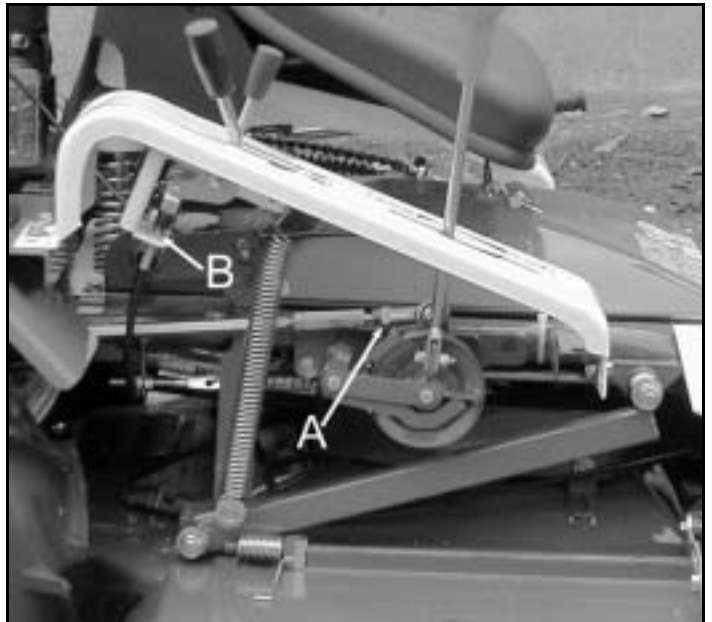

Figure 26
- Ajustez la biellette de commande (figure 26, repère A) afin que la machine reste immobile lorsque le levier d'avancement est au neutre.
- Ajustez le câble de commande (Figure 26, repère B) afin que le levier garde un jeu de 1 à 3 mm avant d'actionner le blocage.